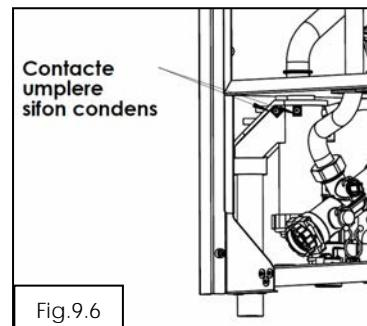

Fig.9.6
- se verifica contactele sifonului de condens sa nu fie in scurtcircuit din cauza condensului (fig. 9.6).